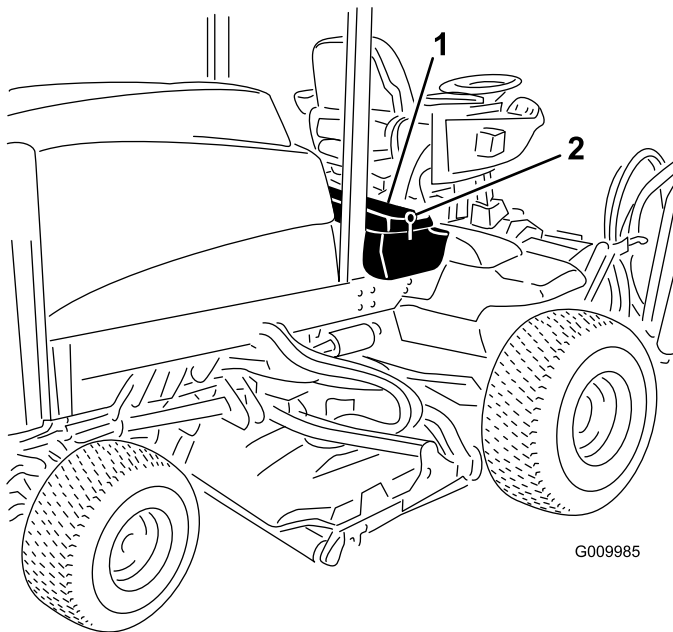

Figura 6
1. Desbloqueie e eleve a cobertura da caixa da bateria (Figura 6).